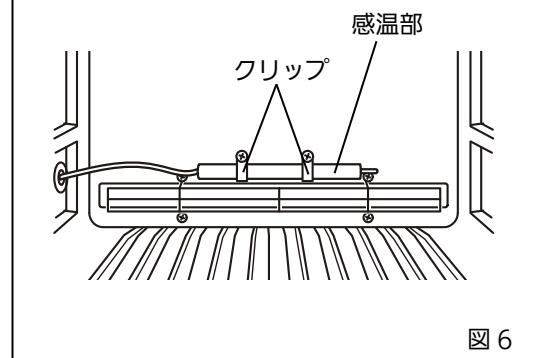

図 6
5. 記録計取付金具 (MPR-S30) に同梱されているクリップ（大）を用いて、自記温度記録計の感温部を保冷庫奥側の取付孔に固定してください [図 6]。